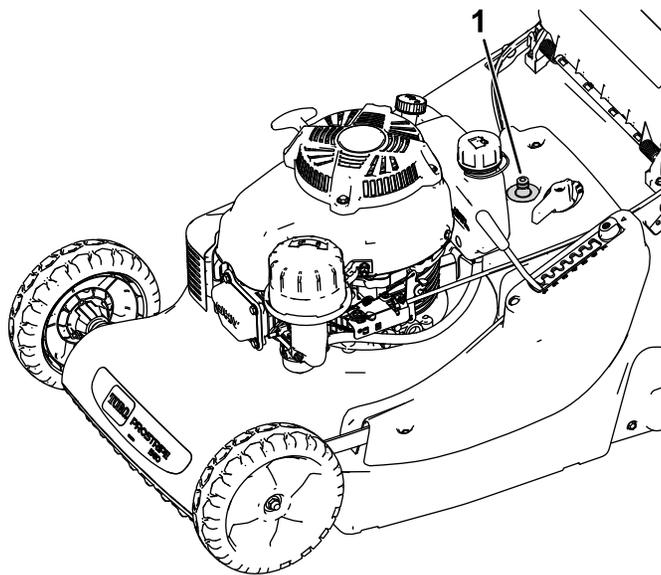

Figura 21
7. Ligue uma mangueira de jardim, ligada a uma torneira, à entrada para lavagem (Figura 21).